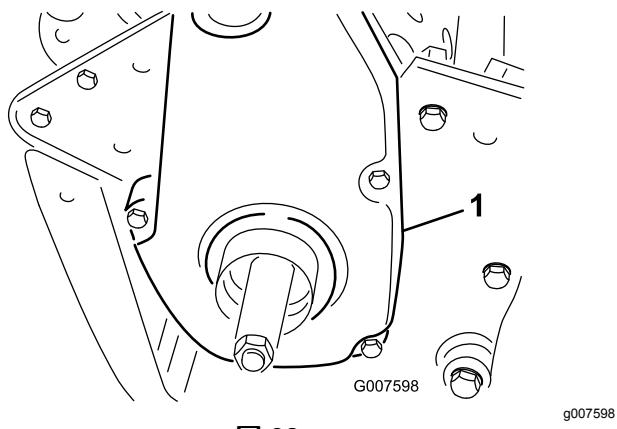

図 38
1. ベルトカバー取り付けねじを外してカバーを取り、ベルトを露出させる**図 38**。